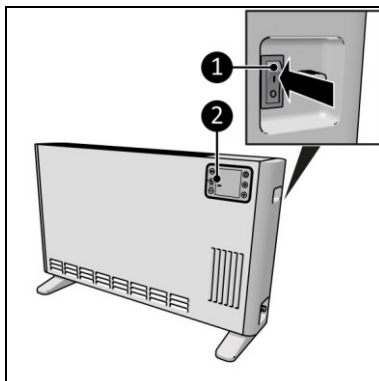

Figure 13
1. Mettez le commutateur ON/OFF en position OFF (figure 13, pos. 1).
2. L'écran (figure 13, pos. 2) affiche OFF.